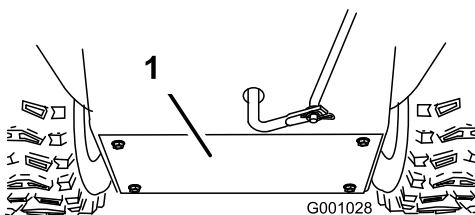

Figure 54
3. Retirez le couvercle arrière (Figure 54).